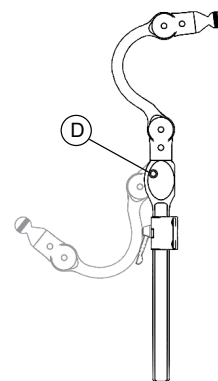

Fig. 4
3. For å vippe hodestøtten bakover, trykk på knappen (Fig. 4, D) og sving enheten bakover.
2. Horisontalt/vinkel – løsne skruene (Fig. 1, A) for å justere dybden (Fig.4) og vinkelen (Fig. 3). Det er ikke nødvendig å stramme alle skruene helt før den ønskede posisjonen er oppnådd.